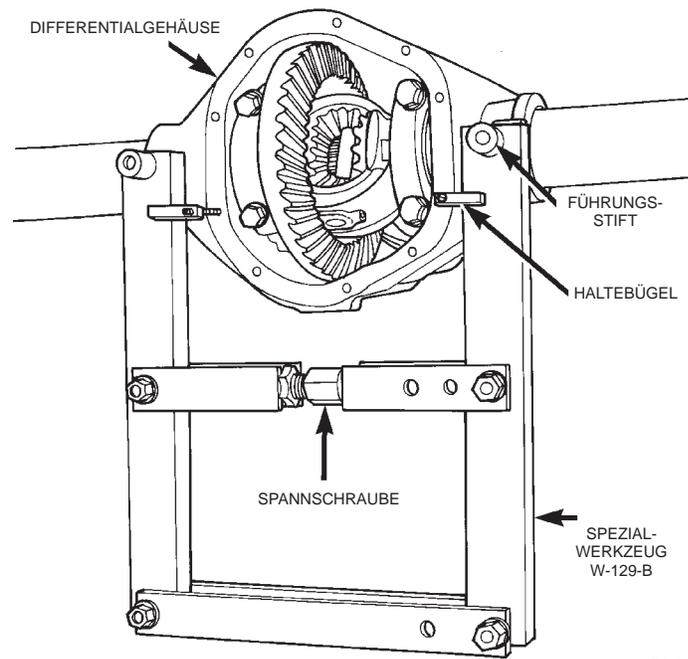

Abb. 28 Differentialgehäuse spreizen
(1) Spreizwerkzeug W-129-B mit Adaptern aus dem Werkzeugsatz 6987 und den Führungsstiften in den Bohrungen des Differentialgehäuses montieren (Abb. 28). Die Haltebügel anbauen und die Spannschrauben handfest anziehen.